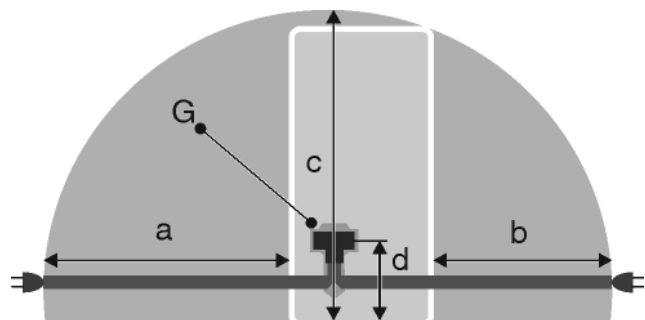

Fig. 23 *
- Розетка находится не за устройством, а в зонах a или b Fig. 23 (a, b, c).
- Штекер устройства Fig. 23 (G) подсоедините с задней стороны устройства. Следите за правильной фиксацией.